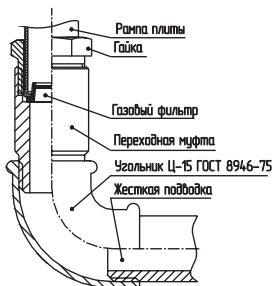

рис. 2
#### 4.1. ЖЕСТКОЕ ПОДСОЕДИНЕНИЕ (рис.2)
■ Жесткое подсоединение к газовому стояку (рис. 2) производится с помощью переходной муфты (в комплект поставки не входит).